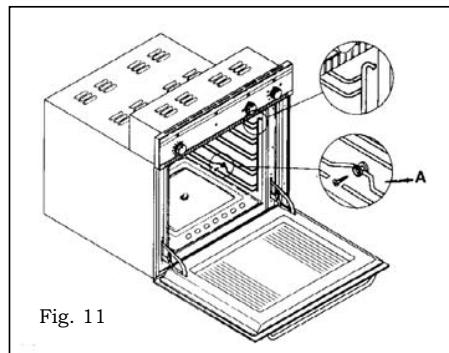

Fig. 11
**Accesos en dotación con el horno - Fig. 11**